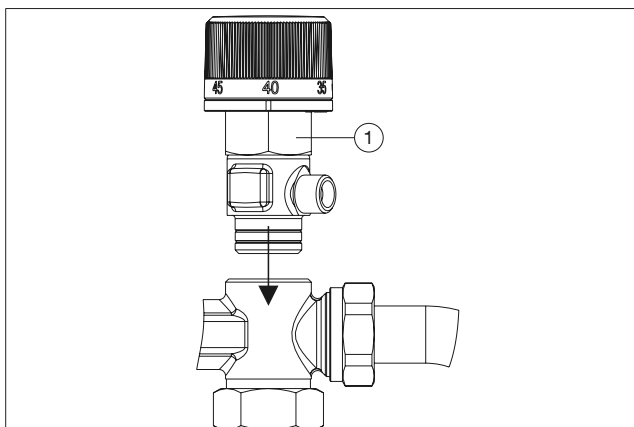

Fig. 4: Montage du robinet Regudis W-HTU/TU et Regudis W-HTF
(1)	Écrou d'accouplement (clé de 32)
(2) Adaptateur (clé de 16)
7. Visser le robinet dans le distributeur (voir Fig. 4). Respecter l'orientation du robinet (le marquage blanc de la poignée manuelle doit être orienté vers l'avant). Visser le corps jusqu'à ce que le joint soit complètement recouvert par le corps, puis le raccordement est auto-étanche.
6. Visser le robinet dans le distributeur (voir Fig. 4). Respecter l'orientation du robinet (l'affichage 45° doit être orienté vers l'avant). Visser le corps jusqu'à ce que le joint soit complètement recouvert par le corps, puis le raccordement est auto-étanche (voir Fig. 7).